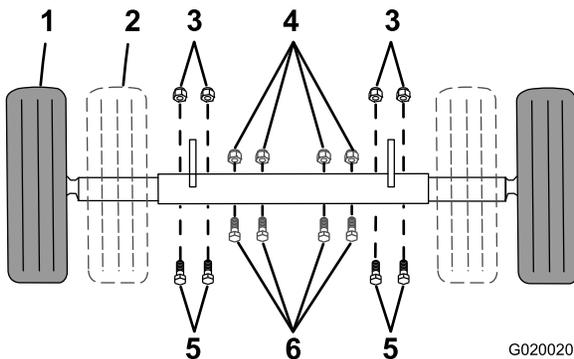

Figura 28
1. Punto de apoyo (2)
4. Retire los pernos y las tuercas que sujetan el eje interior al eje exterior (Figura 28).
- Deslice cada extremo del eje hacia dentro a la posición estrecha (Figura 28).
- Deslice cada extremo del eje hacia fuera a la posición extendida (remolcado) (Figura 28).
7. Introduzca los pernos a través de los taladros de los ejes (Figura 28).